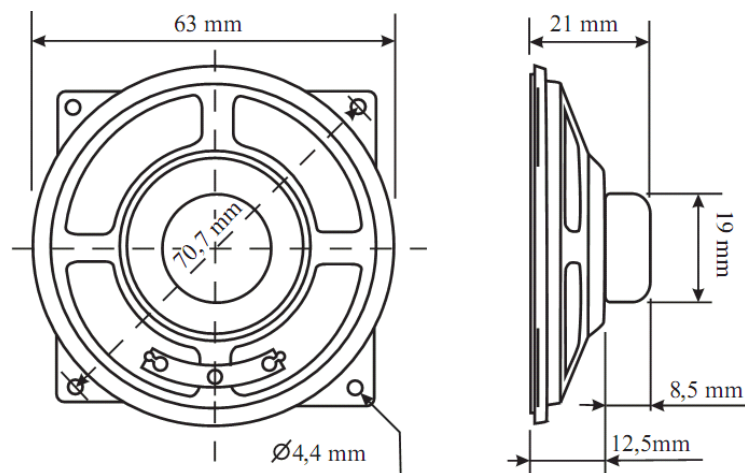

Рис.4. Громкоговоритель
7.3 Подключить громкоговоритель к разъему ХТ7. Внешний вид и габаритные размеры громкоговорителя показаны на рис.4.